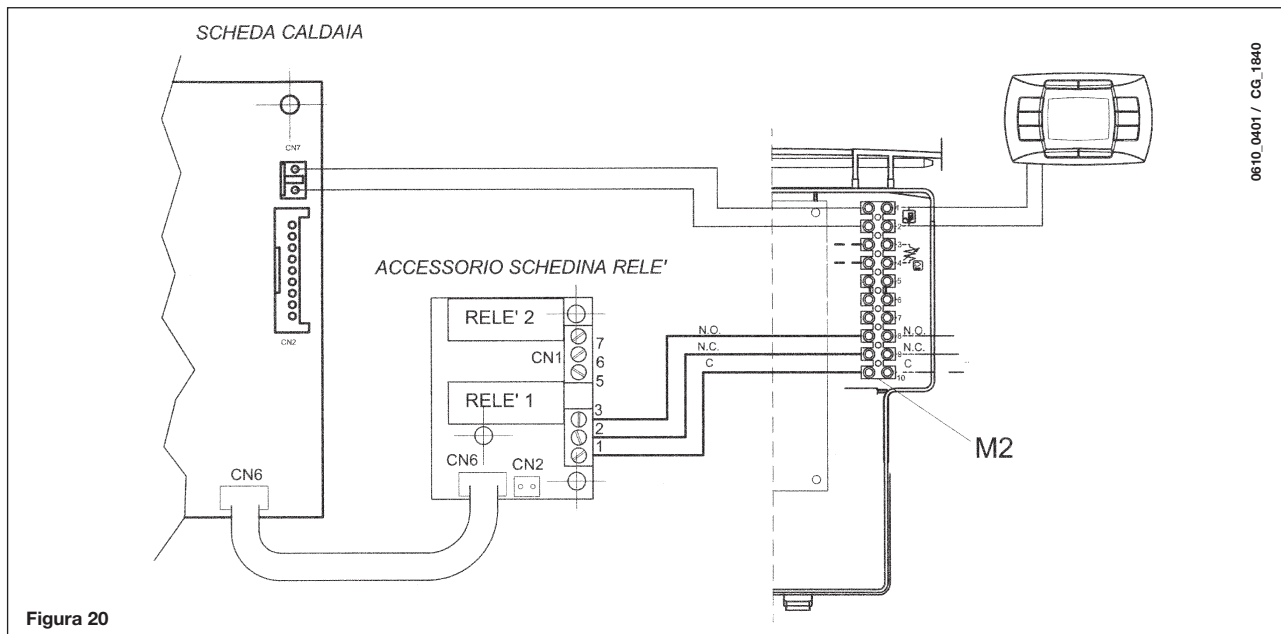

Figura 20
**Nota:** per il modello 1.310 Fi, collegare il telecontrollo come descritto al paragrafo 28.1 (figura 20).
La scheda relè non è compresa nella dotazione della caldaia perché fornita come accessorio. Collegare i morsetti 1-2-3 (comune - normalmente chiuso - normalmente aperto) del connettore **Cn1** della schedina relè, ai rispettivi morsetti 10-9-8 della morsettieria **M2** di caldaia (figura 20).